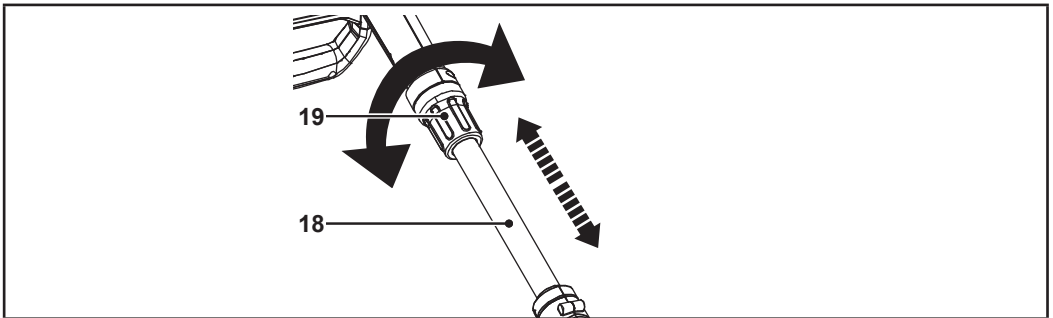

Fig. 5
1. Afloje el bloqueo del tubo de prolongación (19) (Fig. 5).
2. Ajuste el tubo de prolongación (18) (Fig. 5).
3. Apriete el bloqueo del tubo de prolongación (19) (Fig. 5).
4. Asegúrese de que el tubo de prolongación (18) está bloqueado.